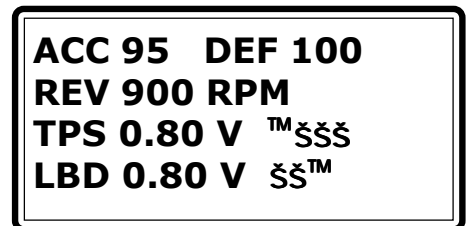

Fig. 28
- vayan en "VISUALIZACION PARAMETROS" (Fig. 28);